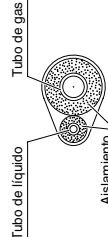

Fig. 6-7
- El aislamiento térmico debe aplicarse a los tubos de todas las unidades, incluso a la unión de distribución (adquirida por separado). (Fig. 6-7)